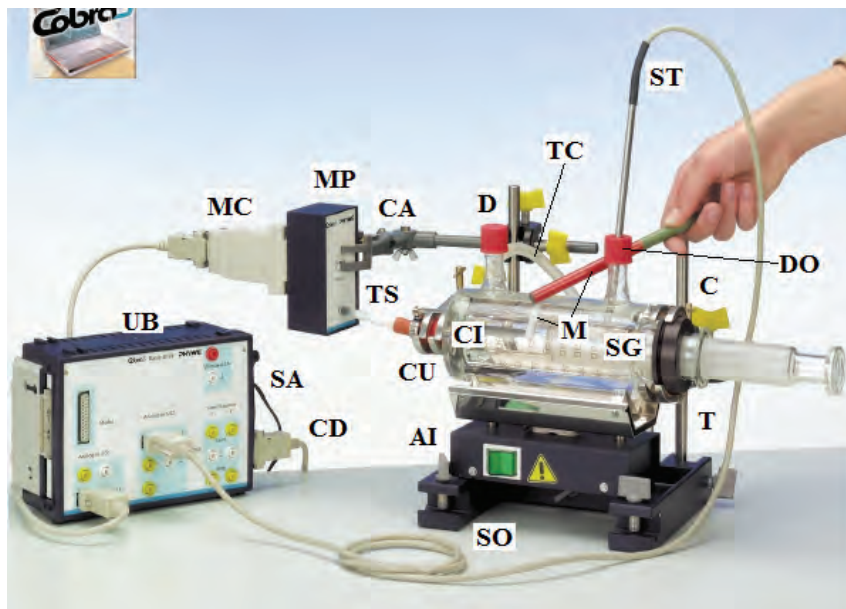

Fig. 1
- unitate de bază Cobra 3 (UB) (fig. 1), ulei de motor, cablu de date RS 232 (CD), colier, pahare;
- sursă de alimentare de 12 V (SA), tije (T), modul de presiune (MP), tub din silicon (TS);
- modul convertor Cobra 3 (MC), magneți (M), sondă semiconductoare de temperatură (ST);
- seringă cu gaz (SG), cilindru din sticlă (CI), aparat de încălzit (AI), tub de cauciuc (TC);
- cleme universale (CU), pâlnie, clemă cu articulație (CA), cleme (C), PC – Windows;
- soclu în formă de H (SO), termometru, barometru, stabilizator de căldură, pensulă, apă;
- softul Cobra 3 *Legile gazului ideal*, dop cu filet (D), dop cu orificiu (DO);